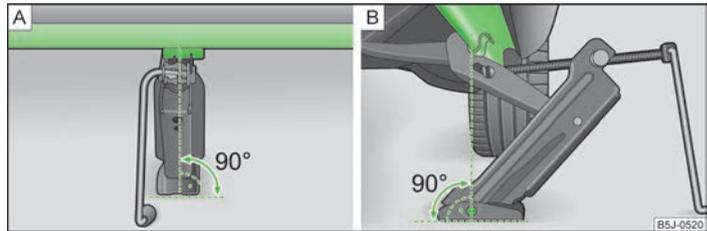

Abb. 135 Wagenheber ansetzen
- Den Wagenheber so ansetzen, dass die Klaue den Steg » Abb. 135 - B unter der Einprägung in der Seitenfläche des Unterholms umschließt.
- › Abb. 135 zur Stelle, an der die Klaue den Steg umfasst, befindet.